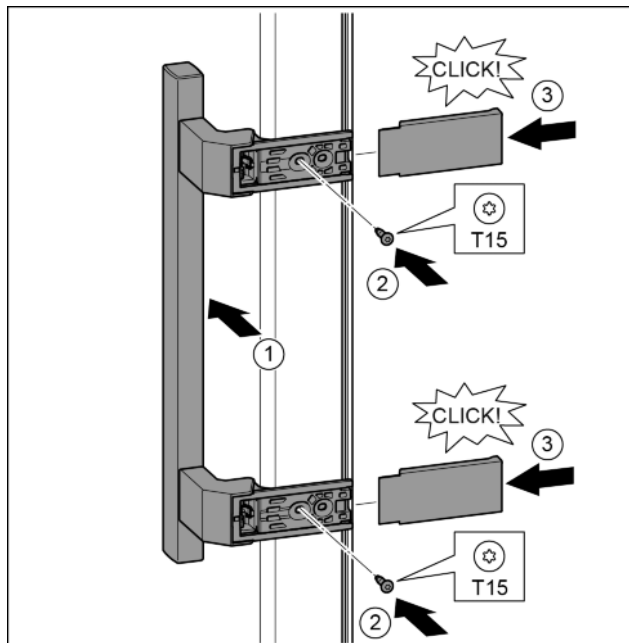

Fig. 22
- ▶ Postavite ručicu na suprotnoj strani. Fig. 22 (1)
- ▶ Odvijačem T15 čvrsto pritegnite vijke. Fig. 22 (2)
- ▶ Postavite pokrove bočno i natakните ih. Fig. 22 (3)